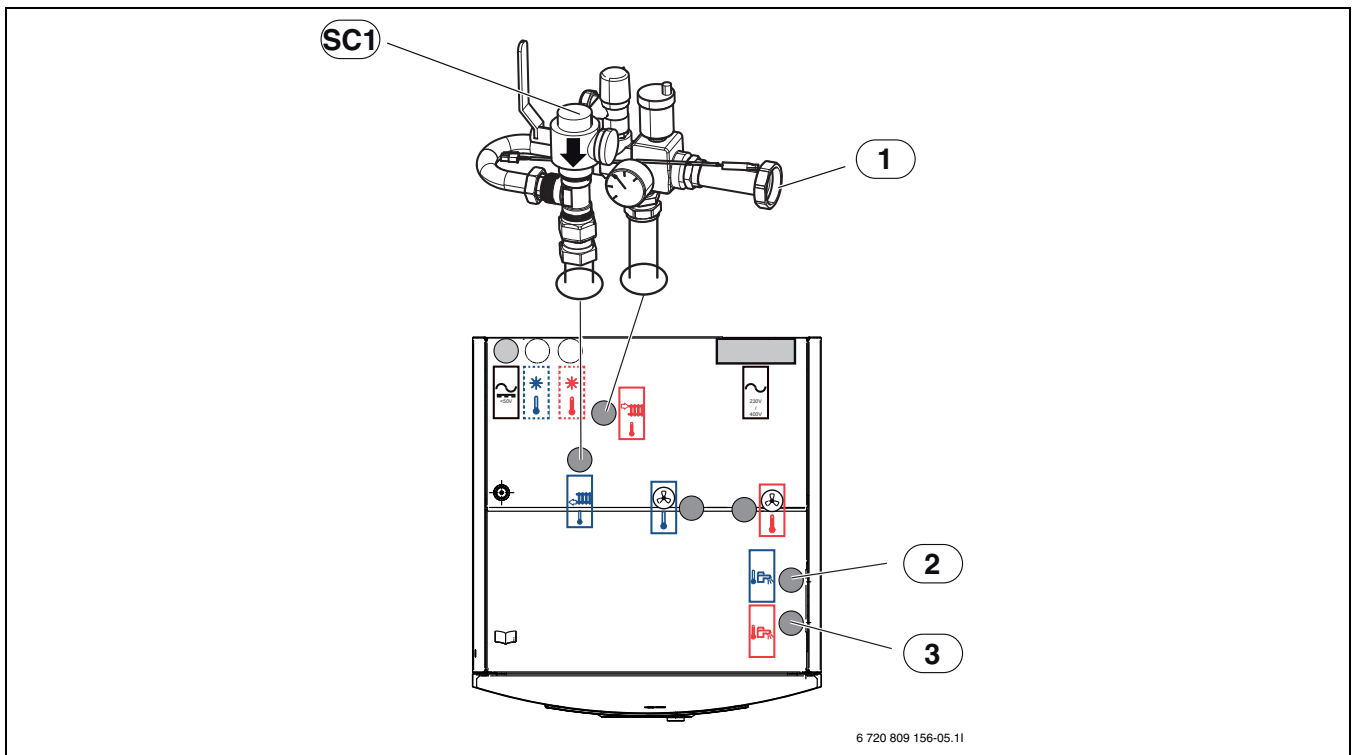

Fig. 11 Tilkoblinger til den innvendige enheten på varmeanlegget og varmtvannet
- ▶ Koble til sirkulasjonspumpen til varmeanlegget på [1], fig. 11.
- ▶ Koble til returledning varmebærer på partikkelfilter [SC1], fig. 11.
- ▶ Koble til kaldtvann på [2], fig. 11.
- ▶ Koble til varmtvann på [3], fig. 11.